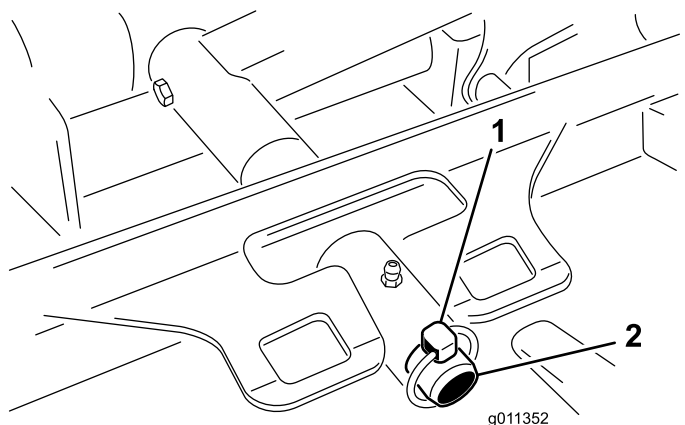

Рисунок 99
3. Снимите штифт с кольцом (на машинах Groundsmaster 4500) или стопорную гайку (на машинах Groundsmaster 4700), с помощью которых несущая рама деки крепится к оси поворота подъемного рычага (Рисунок 99).
2. Наденьте несущую раму деки на шкворень подъемного рычага (Рисунок 99). Закрепите деку на оси с помощью штифта с кольцом (на машинах Groundsmaster 4500) или стопорной гайки (на машинах Groundsmaster 4700).